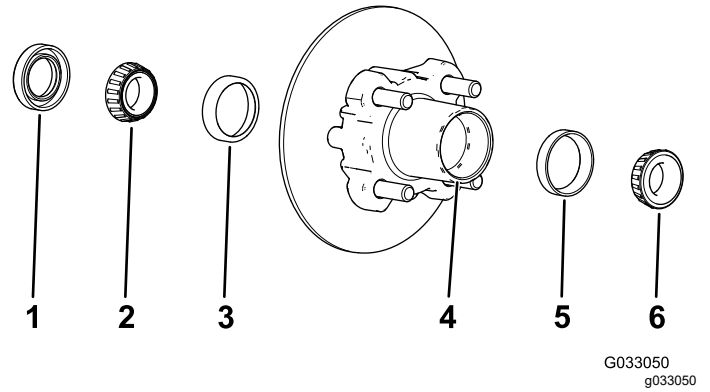

Figura 32
1. Retire el cojinete exterior y el anillo de rodadura del cubo (Figura 32).
2. Retire la junta y el cojinete interior del cubo (Figura 32).
5. Limpie el hueco del cubo para eliminar cualquier resto de grasa, suciedad y residuos (Figura 32).
7. Llène el hueco del cubo hasta un 50-80% de su capacidad con grasa del tipo especificado (Figura 32).
8. Monte el cojinete interior sobre el anillo en el lado interior del cubo e instale la junta (Figura 32).